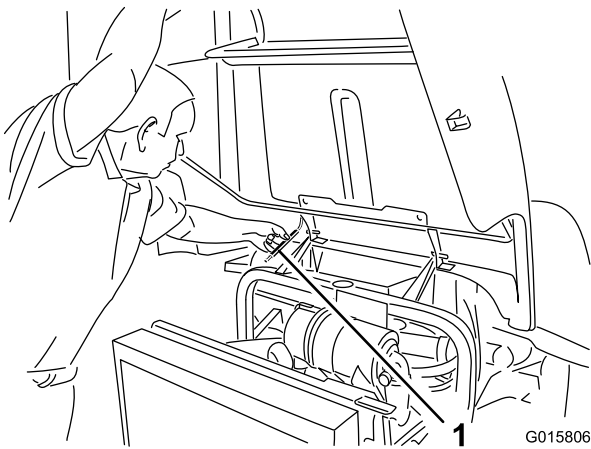

Figura 26
2. Levante el capó hasta que la varilla pueda colocarse detrás del tubo del bastidor (Figura 26).